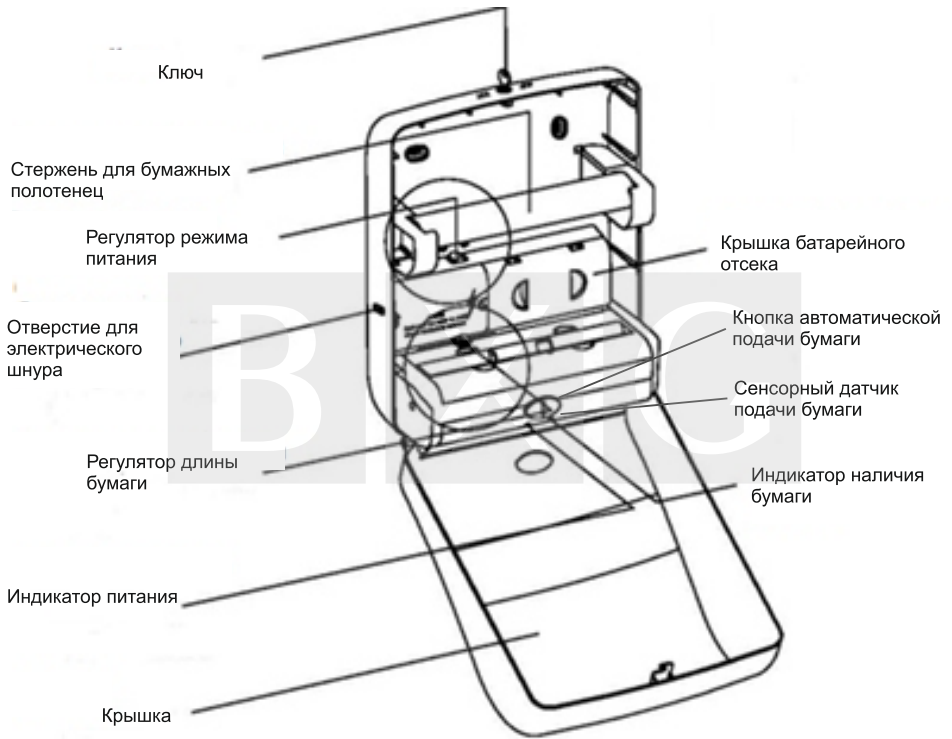

Рисунок 1
1. Для того чтобы установить желаемую длину подаваемого листа бумажного полотенца, покрутите регулятор длины бумаги влево для получения коротких листов или вправо для получения длинных листов (Рисунок 1).
5. Для дополнительной подачи бумаги нажмите на кнопку автоматической подачи бумаги (Рисунок 1), при этом загорится 2 световых индикатора красного цвета и произойдёт выдача бумаги.